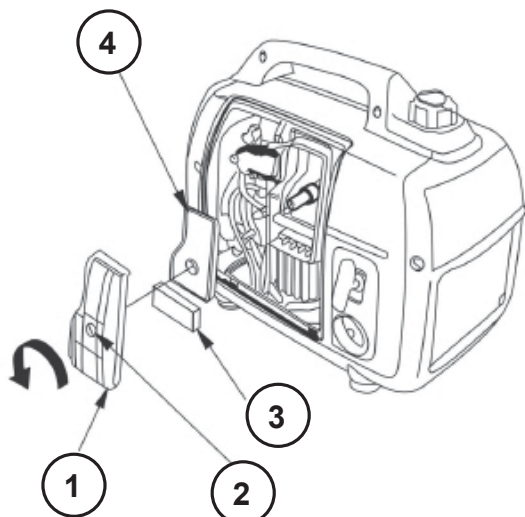
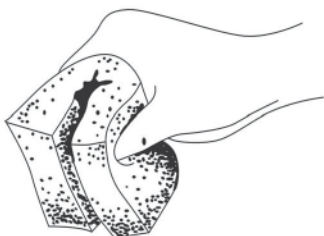

Рис.8
Рис.9
ОБСЛУЖИВАНИЕ (ЗАМЕНА) ВОЗДУШНОГО ФИЛЬТРА (РИС.8)
2. Открутите фиксатор (2) и снимите крышку воздушного фильтра (1) рис.8
3. Снять фильтр грубой(3) и тонкой(4) очистки.
5. Фильтр грубой очистки промыть теплым мыльным раствором и высушить. Пропитать его чистым моторным маслом. Лишнее масло отжать(рис.9)